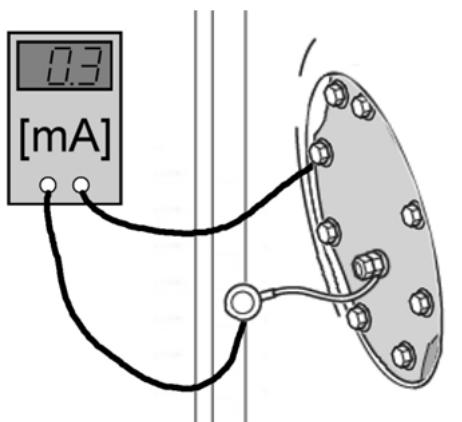

Abb. 22: Anschluss Ampermeter
- Schalten Sie ein Strommessgerät (Multimeter) in Reihe zwischen Anodenkabel und Speichermasse (Befestigungspunkt des Anodenkabels) (s. Abb. 22).